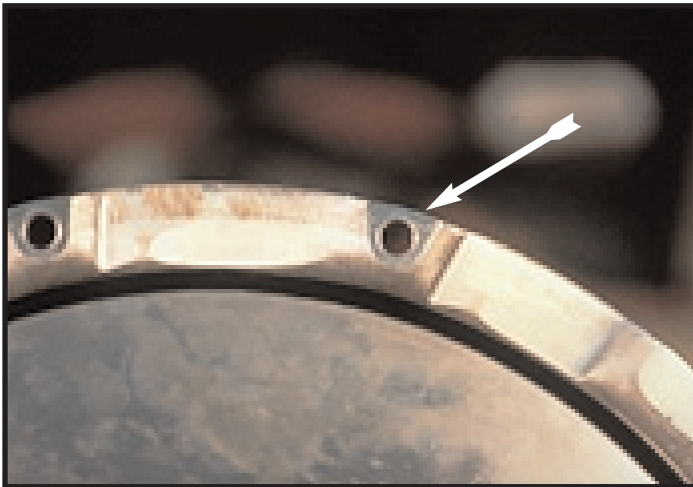

Figura 35 (SAS)
**NOTA:** Los cojines del hueco de montaje del ensamble de la cubierta (véase flecha en la figura 35) han hecho una muesca (véase la flecha en la figura 36) en los cojines del hueco de montaje del anillo separador (lado del volante). Esta evidencia confirmará que el ensamble del anillo separador/plato intermedio realmente se instaló al revés. Las palabras “Flywheel side” (lado del volante) estarán del lado del volante cuando se instalen de forma apropiada. El mal manejo de este ensamble durante la instalación y/o remoción también puede ocasionar que el anillo separador se rompa. Algunos resultados de la instalación al revés del plato intermedio son los siguientes:
- Un ruido “traqueteo” mientras se aprietan los (8) pernos de montaje que fijan la cubierta al volante.